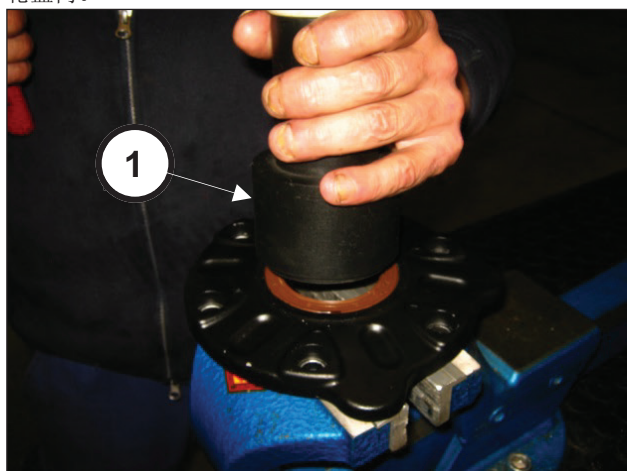

图 90
使用代码为 27634900 的工具 (①, 图 90), 将油封插入链轮盖内。